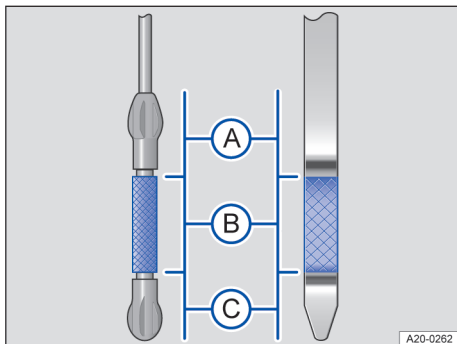

Fig. 186 Varillas de medición del nivel de aceite del motor con marcas del nivel de aceite del motor (variantes).
7. Extraiga nuevamente la varilla de medición y compruebe en ella el nivel de aceite como si sigue → fig. 186:
12. Vuelva a comprobar el nivel de aceite en la varilla de medición antes de volver a añadir otra pequeña cantidad de aceite. No cargue nunca aceite del motor en exceso → ❶.
13. Al final del proceso, el nivel de aceite debería encontrarse por el centro de la zona → fig. 186 ❷. No deberá encontrarse nunca en la zona → fig. 186 ❶ → ❶.
14. Si ha añadido demasiado aceite del motor por descuido y el nivel se encuentra en la zona → fig. 186 ❶, no ponga el motor en marcha. Solicite la ayuda de personal especializado.
❶ AVISO
- Si el nivel de aceite del motor se encuentra en la zona → fig. 186 ❶, no ponga el motor en marcha y solicite la ayuda de personal especializado.